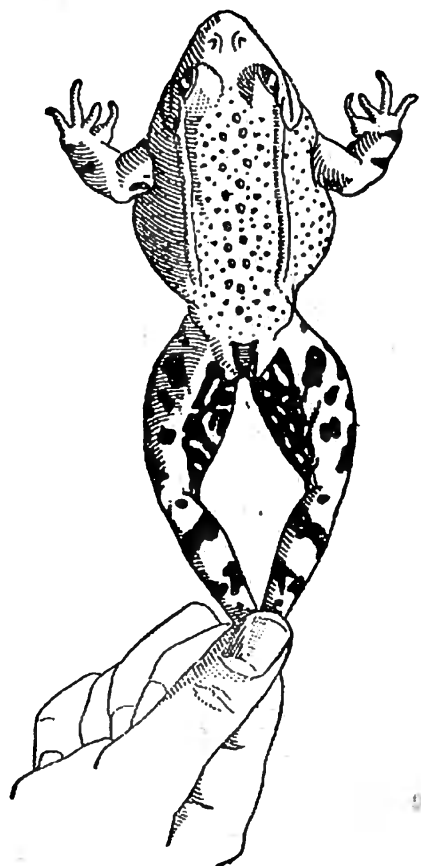

Fig. 2. — La grenouille, saisie par les pattes de derrière, se dresse et se raidit.
**6. La grenouille saute.** — Saisissons une grenouille par l'extrémité des pattes de derrière. Quelles secousses elle donne pour s'échapper ! Les pattes se détendent brusquement comme des ressorts, puis, raidies, soutiennent le corps dressé et allongé (*fig. 2*). Ce sont de merveilleux *instruments de saut*. Aussi, dès